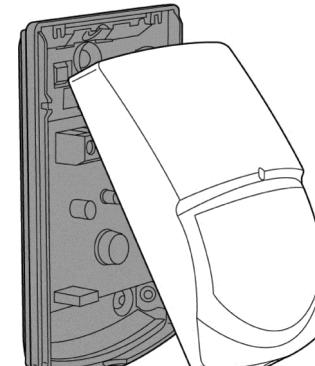

Рис.3
- Извещатель можно размещать на стене, потолке или в углу. Для удаления передней крышки отвинтите крепление и аккуратно снимите крышку (см. рисунок 3). Для установки извещателя разрешается использовать кронштейны (не входят в комплект поставки).